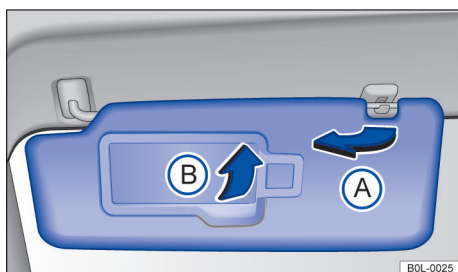

图 77 前部顶篷上：遮阳板
- 从支架上拉出，转向车门，遮挡自门窗射入的阳光 → 图 77 A。
打开遮阳板后向上翻开化妆镜盖板 → 图 77 B